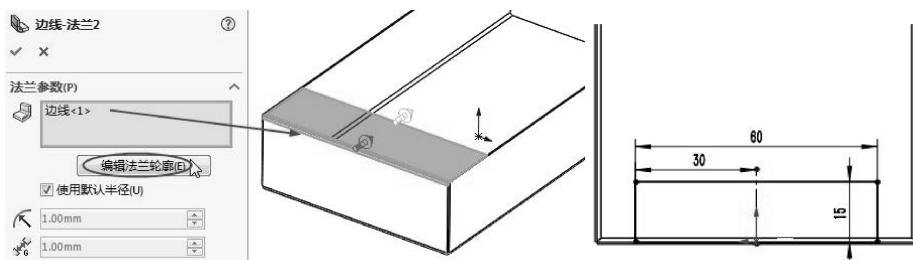

图 6-73 创建边线法兰
- 06 在【钣金】选项卡中单击【边线法兰】按钮，弹出【边线 - 法兰】属性面板。选择左侧棱边，单击【编辑法兰轮廓】按钮，修改草图并标注尺寸后，单击【完成】按钮，自动生成边线法兰，如图 6-73 所示。